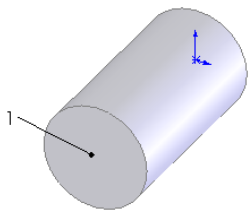

图 3-145 拉伸的图形
**06** 拉伸实体。在菜单栏中选择“插入”→“凸台/基体”→“拉伸”命令，将上一步绘制的草图拉伸为“深度”为110的实体，结果如图3-145所示。
**07** 设置基准面。选择图3-145所示的面1，然后单击“标准视图”工具栏中的“正视